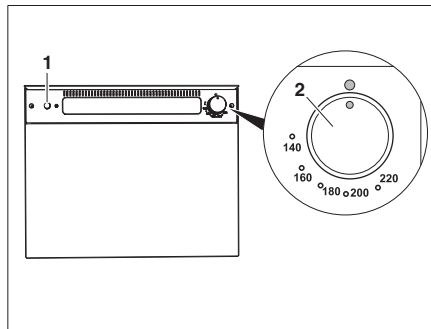

Bild 262 Gasugn (Thetford)
- Tryck lätt på vridregulatorn (Bild 262,2) och vrid den åt vänster till valfritt läge.
- Tryck på tändaren (Bild 262,1) tills lågan tänds.
- Vrid vridregulatorn (Bild 262,2) till "O". Flammen slocknar.